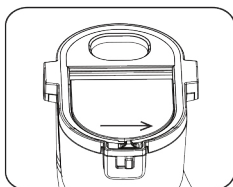

Рис. 9.2
- Для закрытия нажмите на крышку и передвиньте кнопку фиксации вправо, крышка будет зафиксирована (Рисунок 9.2).